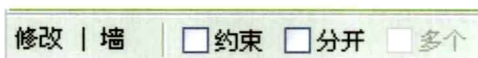

图 1-9
- **移动**：用于将选定的图元移动到当前视图中指定的位置。单击“移动”按钮，选项栏如图 1-9 所示。